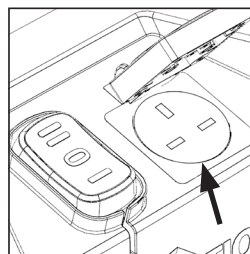

FIG. 1
- Conecte el enchufe de red de la herramienta eléctrica a la toma de enchufe del limpiador aspirador en el cuerpo principal. **(Fig. 1)**